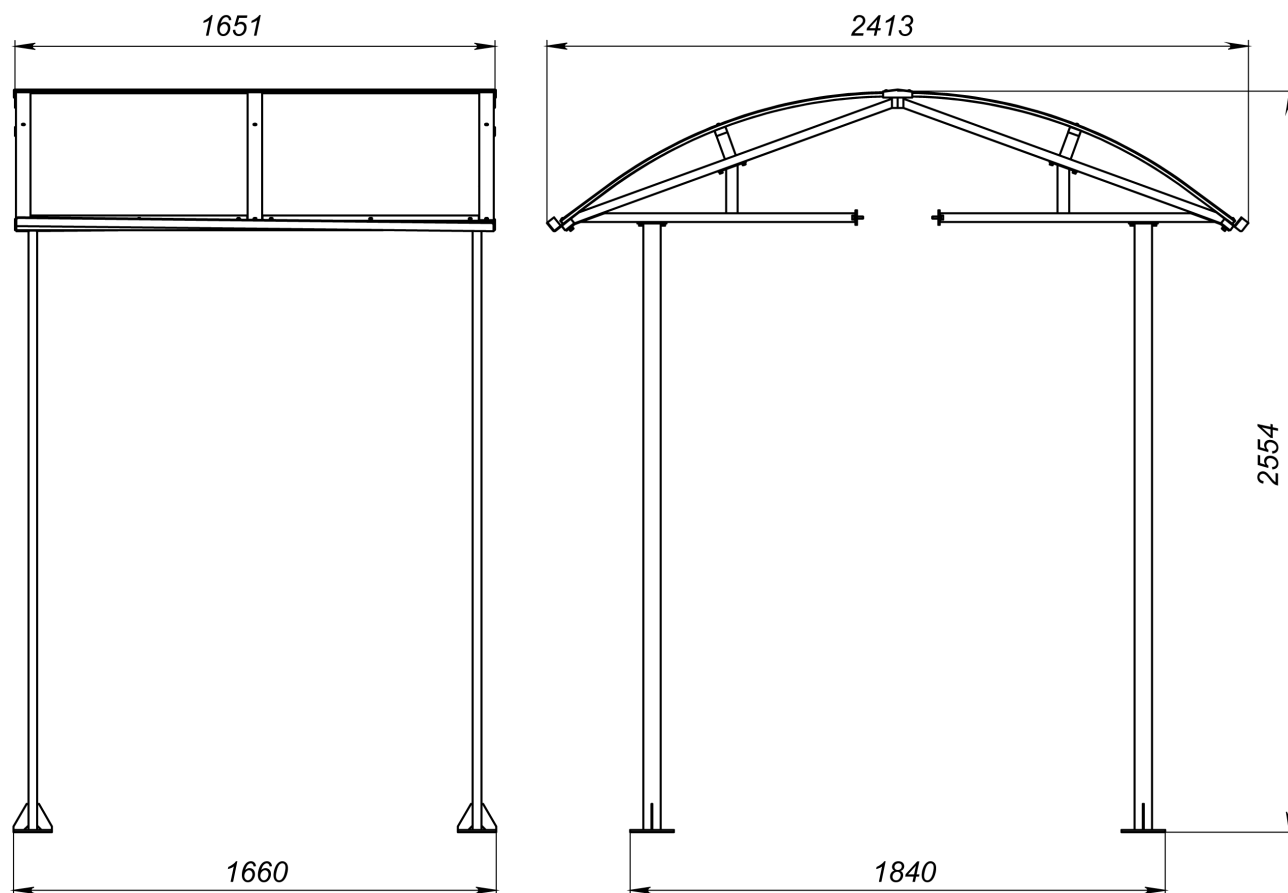
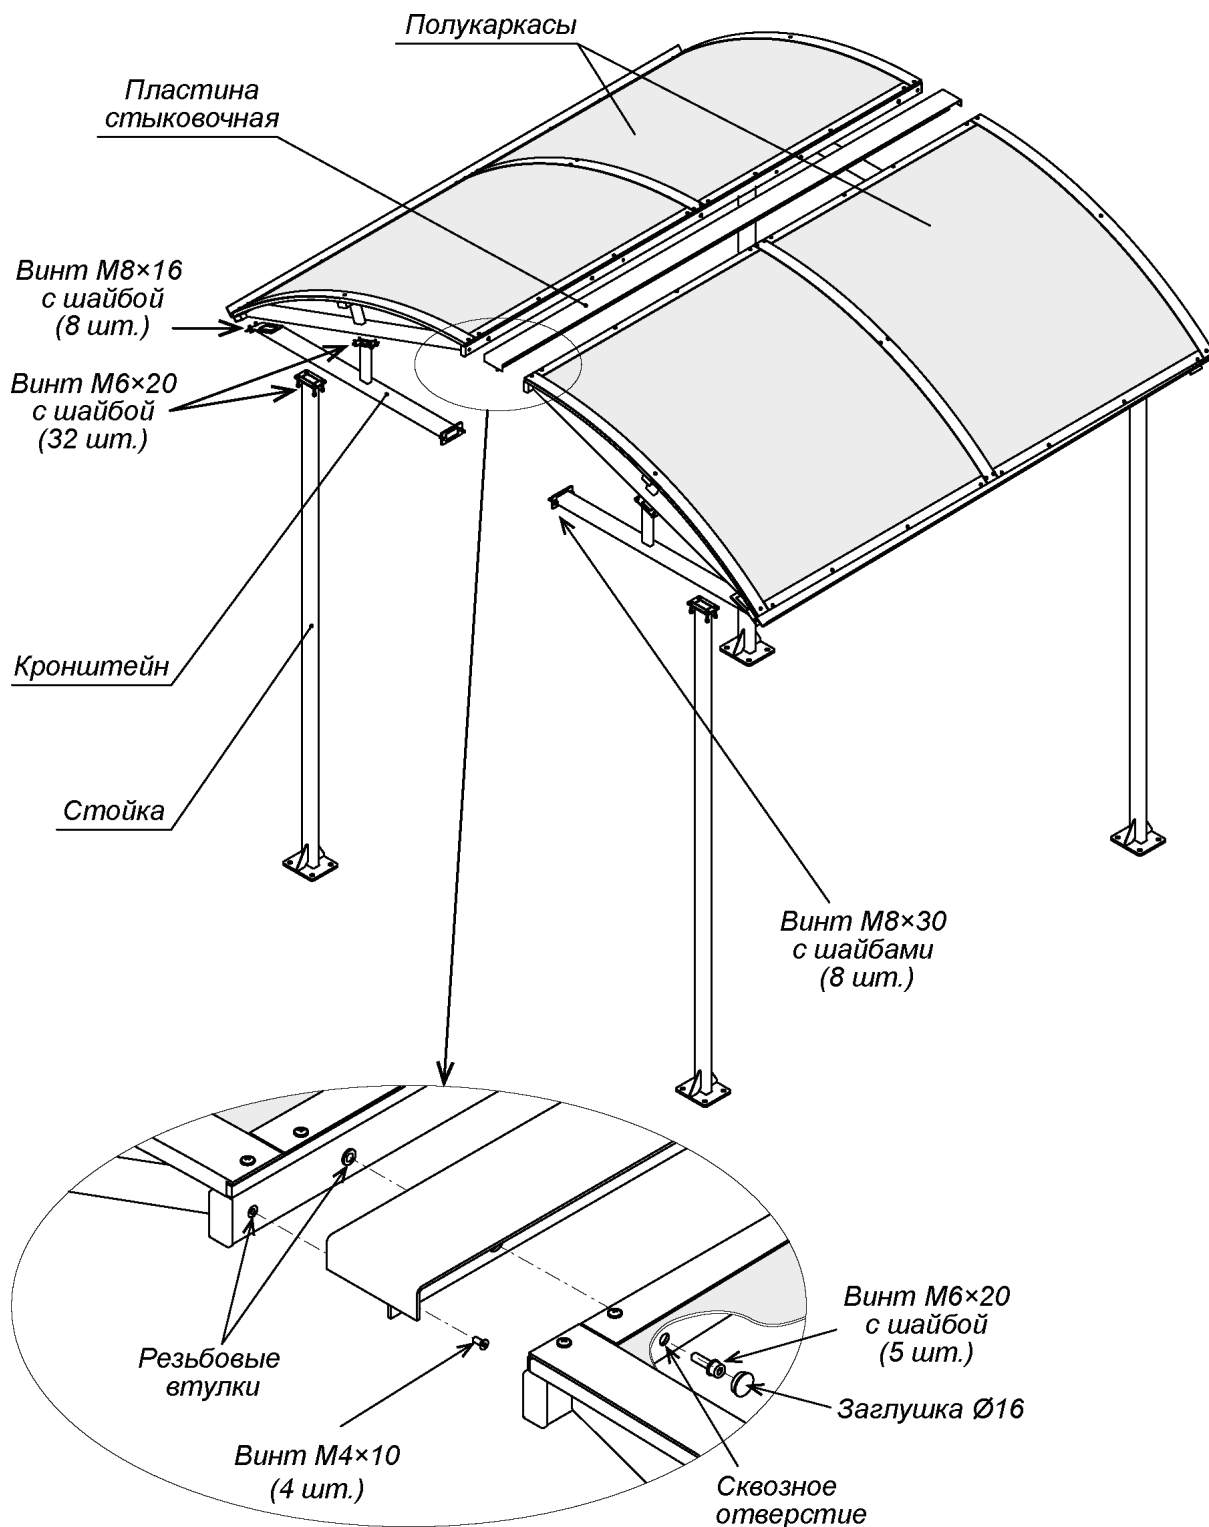
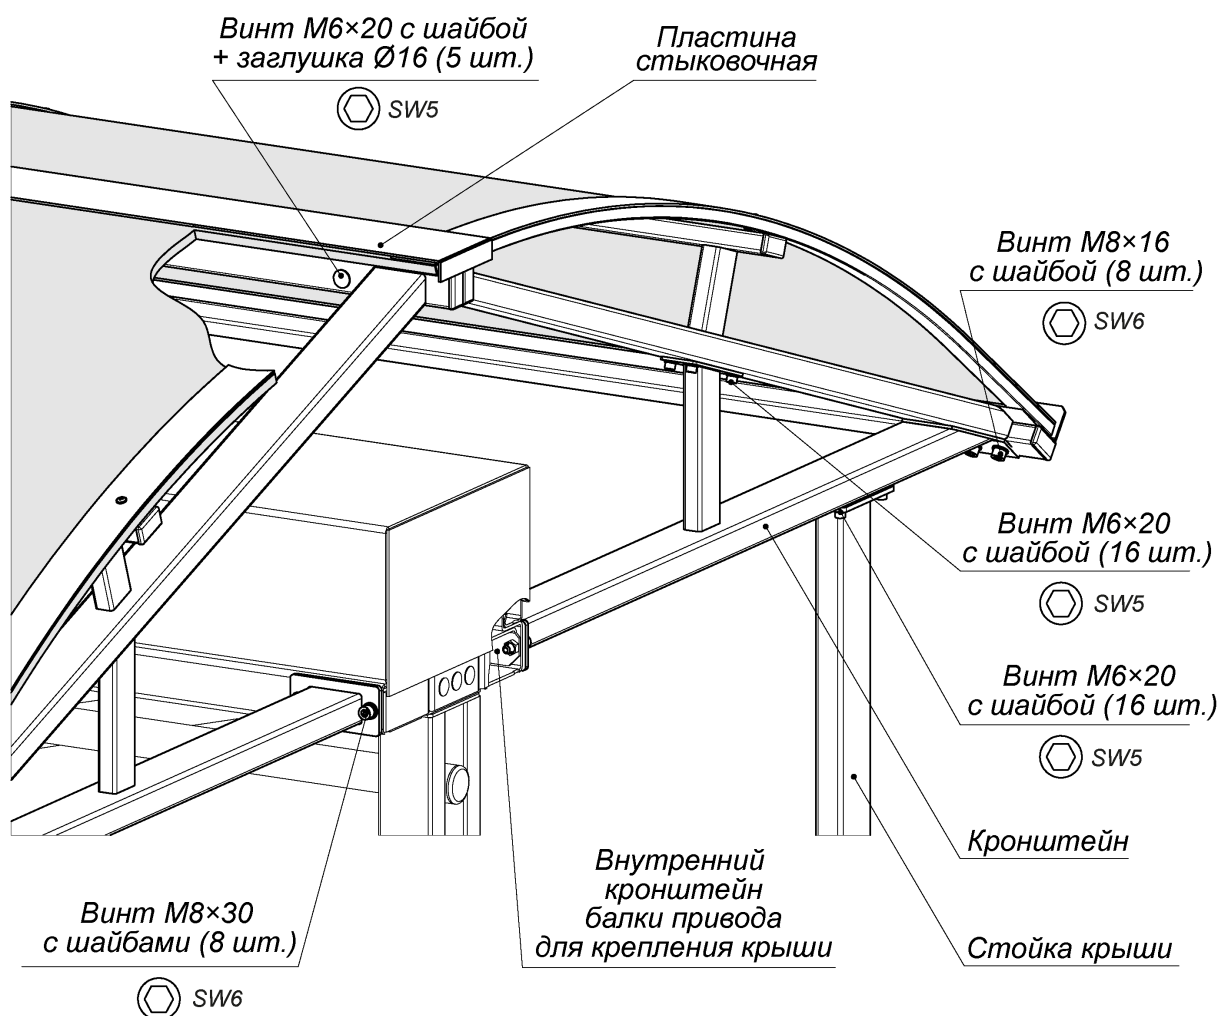

Рисунок 1. Габаритные размеры крыши
Рисунок 2. Устройство крыши:
Рисунок 4. Монтаж крыши к балке привода турникета
¹ Габаритные размеры крыши указаны на рис. 1.
Устройство крыши показано на рис. 2. Номера позиций в тексте руководства даны в соответствии с рис. 2. Габаритные размеры крыши показаны на рис. 1.
7. Поднимите кронштейн на верхнюю горизонтальную площадку стойки, совмещая крепежные отверстия и отверстия в стойках и сориентировав фланец кронштейна на боковой поверхности балки привода турникета. Зафиксируйте кронштейн болтами М6×20 с шайбами на каждой стойке, ключ SW5 (см. рис. 4).
8. Закрепите кронштейн двумя болтами М8×30 с пружинными и плоскими шайбами к балке привода турникета, ключ SW6 (см. рис. 4). Затяжка болтов – предварительная. Стык фланца и балки привода турникета перед затяжкой болтов рекомендуется герметизировать герметиком силиконовым.
10. Выберите полукаркас, в верхнем профиле которого впрессованы резьбовые втулки (см. рис. 2). Установите его на кронштейны с одной из сторон турникета, зафиксировав его восемью винтами М6×20 с шайбами (ключ SW5) и четырьмя винтами М8×16 с шайбами (ключ SW6) (см. рис. 4).
11. Закрепите две пластины стыковочные на установленном полукаркасе крыши четырьмя винтами с потайной головкой М4×10 (ключ SW3) (см. рис. 2).
13. Соедините верхние профили полукаркасов винтами М6×20 с шайбами – 5 шт. (ключ SW5) для получения прочной конструкции (см. рис. 2). Отверстия под головки болтов заглушите заглушками Ø16 мм.